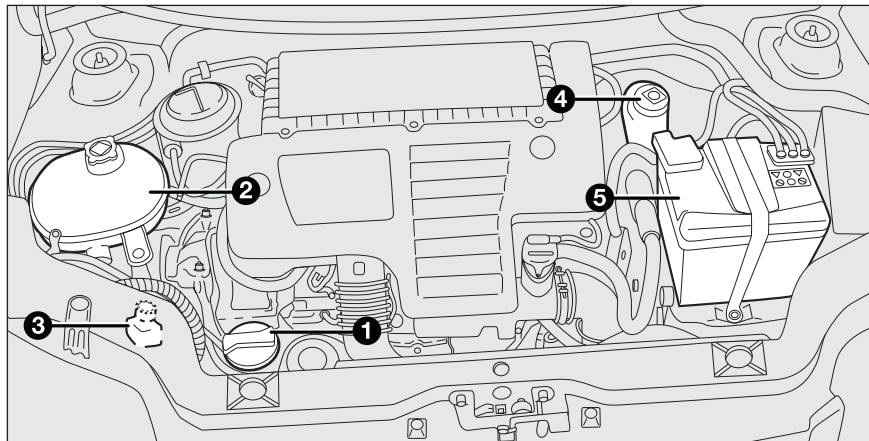

fig. 3
**Versione I.3 Multijet - fig. 3**